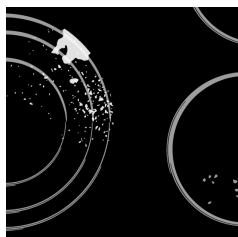

рис. 3
**Небольшие загрязнения** можно устранить мягкой увлажненной тканью. Затем протрите чистую поверхность насухо (рис. 3).
**Пятна от воды** можно удалить с помощью слабого раствора уксуса. Этим раствором нельзя протирать рамку аппарата (в некоторых моделях), т.к. она потеряет блеск. Нельзя использовать агрессивные чистящие средства и очистители, содержащие известь (рис. 3).
Обязательно тщательно протирайте поверхность, т.к. в противном случае остатки чистящих средств во время нагрева конфорок могут повредить стеклокерамическую поверхность (рис. 3).
Дверцу вставьте под углом 15° в отверстия шарниров на передней стенке аппарата и подтолкните их вперед и вниз, чтобы шарниры вскочили в отверстия (рисунок 3).